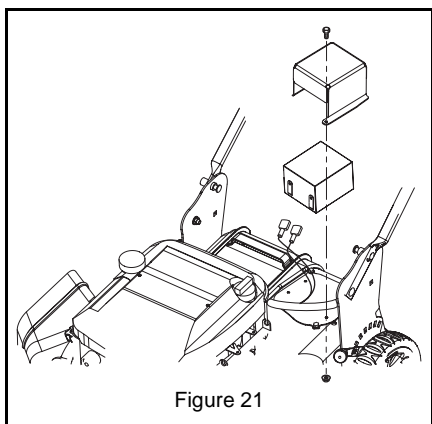

Figure 21
1. Débrancher le fil négatif (–) en premier, puis le fil positif (+) (Figure 21).
3. Brancher le fil négatif (–) en premier, puis le fil positif (+) (Figure 21).